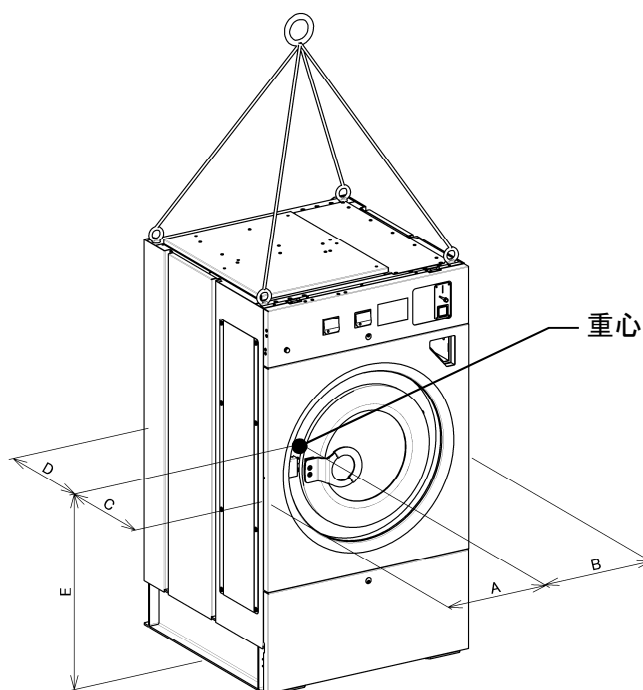

図3-1
- 3) クレーン等で本機を吊り上げるときは、本体上部四隅(図3-1)の4ヶ所に必ずフックを掛けて吊り上げます。
4) 重量と重心(図3-1)